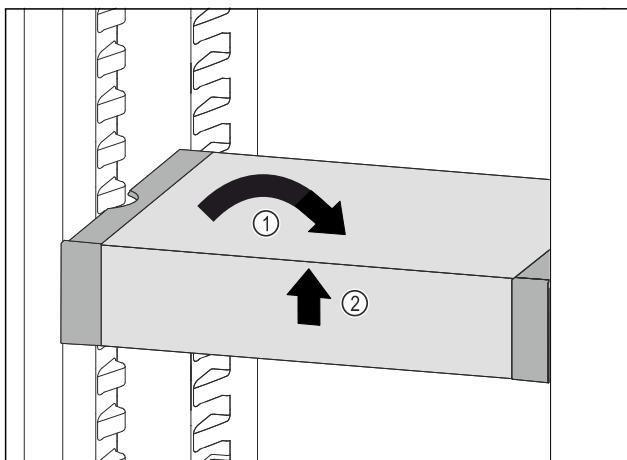

Fig. 130
- VarioSafe postavte rovno. Fig. 130 (1)
- VarioSafe nadvihnite vpred. Fig. 130 (2)